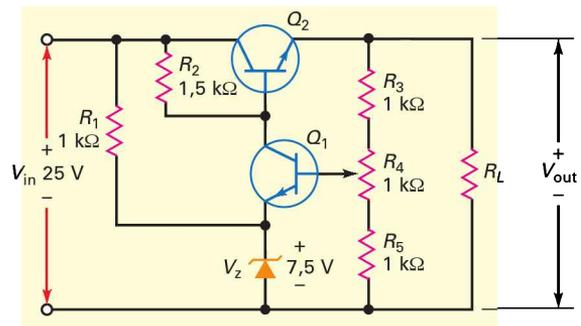

Figure 9.34
9.26 Le potentiomètre de la figure 9.34 peut varier de 0 à $1 \text{ k}\Omega$. Quelle est la tension de sortie quand le curseur est situé au milieu ?
9.27 D'après la figure 9.34, quelle est la tension de sortie quand le curseur est tout en haut ? quand il est tout en bas ?
- 9.39** À la figure 9.34, quelle est la puissance dissipée de Q_2 lorsque le curseur est au centre et que la résistance de charge est de 100 Ω ?